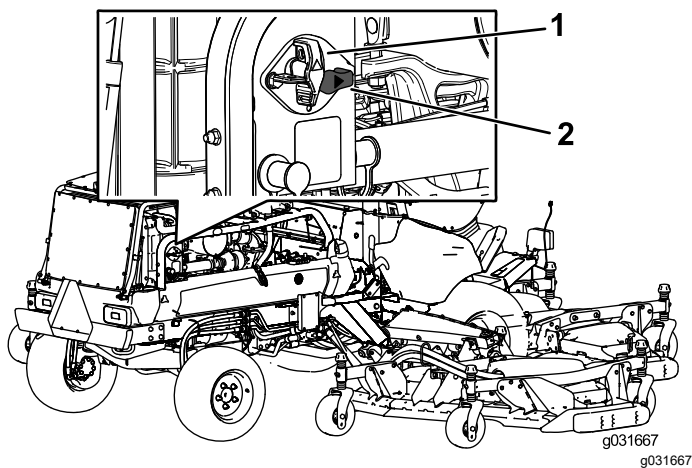

Figura 43
- Para suministrar energía eléctrica a la máquina, gire el interruptor de desconexión de la batería en sentido horario a la posición de ENCENDIDO (Figura 43).
- Para interrumpir el suministro de energía eléctrica de la máquina, gire el interruptor de desconexión de la batería en sentido antihorario a la posición de APAGADO (Figura 43).